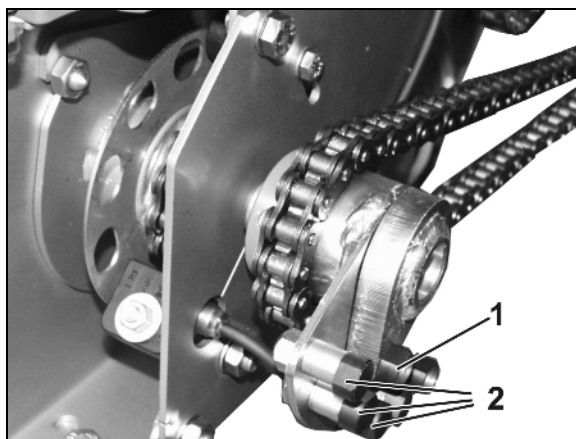

Рис. 109
В случае блокировки дозирующего вала вследствие попадания посторонних предметов в дозатор, пластиковый винт отходит в сторону (Рис. 109/1) и работа привода во избежание повреждений прерывается.
3. Извлеките запасной винт (Рис. 109/2) из держателя.